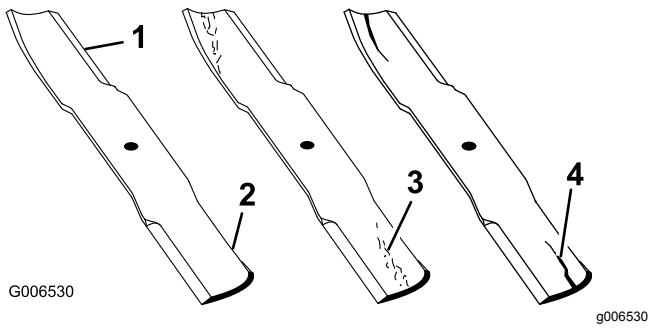

Figure 61
1. Examinez le tranchant des lames (Figure 61).
2. Inspectez les lames, surtout la partie relevée (Figure 61).
**Remarque:** Remplacez immédiatement toute lame endommagée, usée ou qui présente une entaille (repères 3 et 4 de la Figure 61).